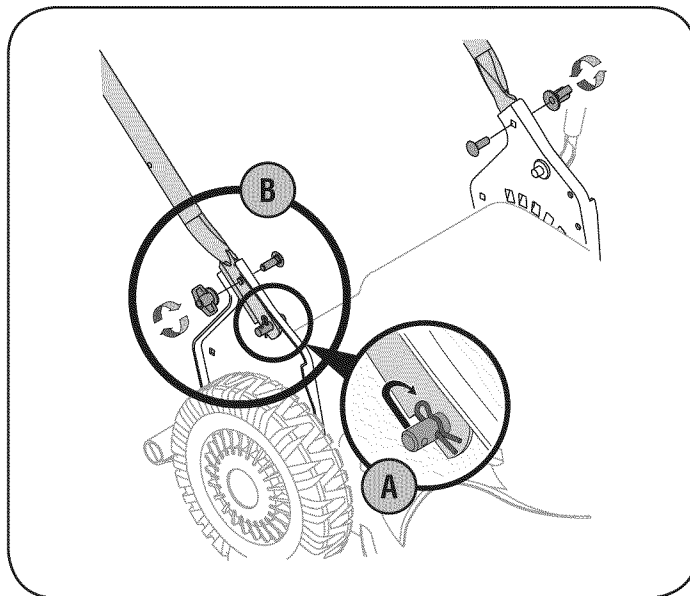

Figura 2
- A. Saque el pasador de horquilla de este orificio. Con un par de pinzas, inserte el pasador de horquilla en el agujero del pasador más cercano al soporte. Vea la Figura 2. Repita del otro lado.
- B. Inserte el bulón de carro en el manual de la bolsa en el orificio superior en el soporte de montaje de la manija. Sujete con una tuerca plástica de mariposa, que también se incluye en el manual de la bolsa. Vea la Figura 2. Repita del otro lado con los restantes hardware.